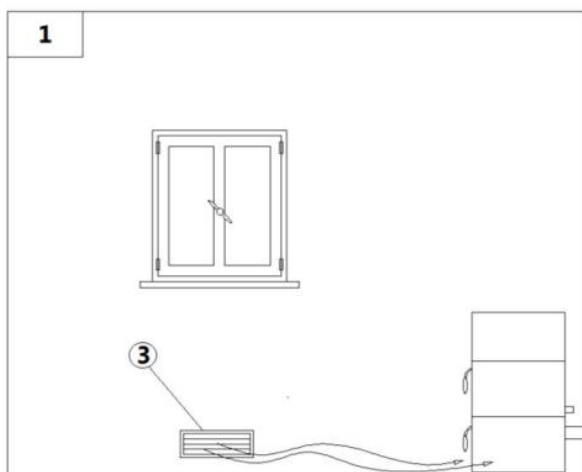
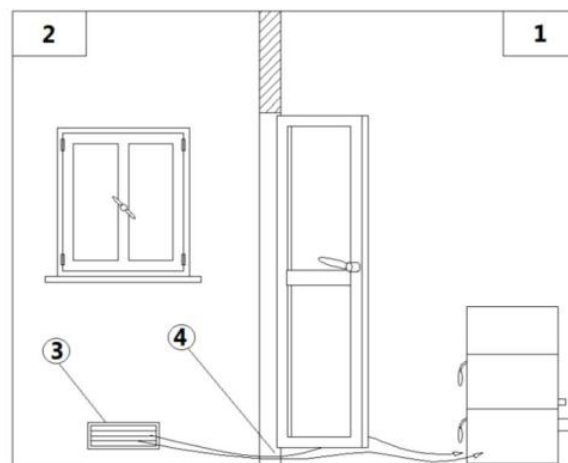

Fig. 7 - Afflusso d'aria diretta
Fig. 8 - Afflusso d'aria indiretta
LEGENDA Fig. 7 a pag. 8 | Fig. 8 a pag. 8
- L'afflusso dell'aria tra l'esterno ed il locale può avvenire per via diretta, tramite apertura su parete esterna del locale (vedi **Fig. 7 a pag. 8**); oppure per via indiretta, mediante prelievo dell'aria da locali attigui a quello da ventilare (vedi **Fig. 8 a pag. 8**).